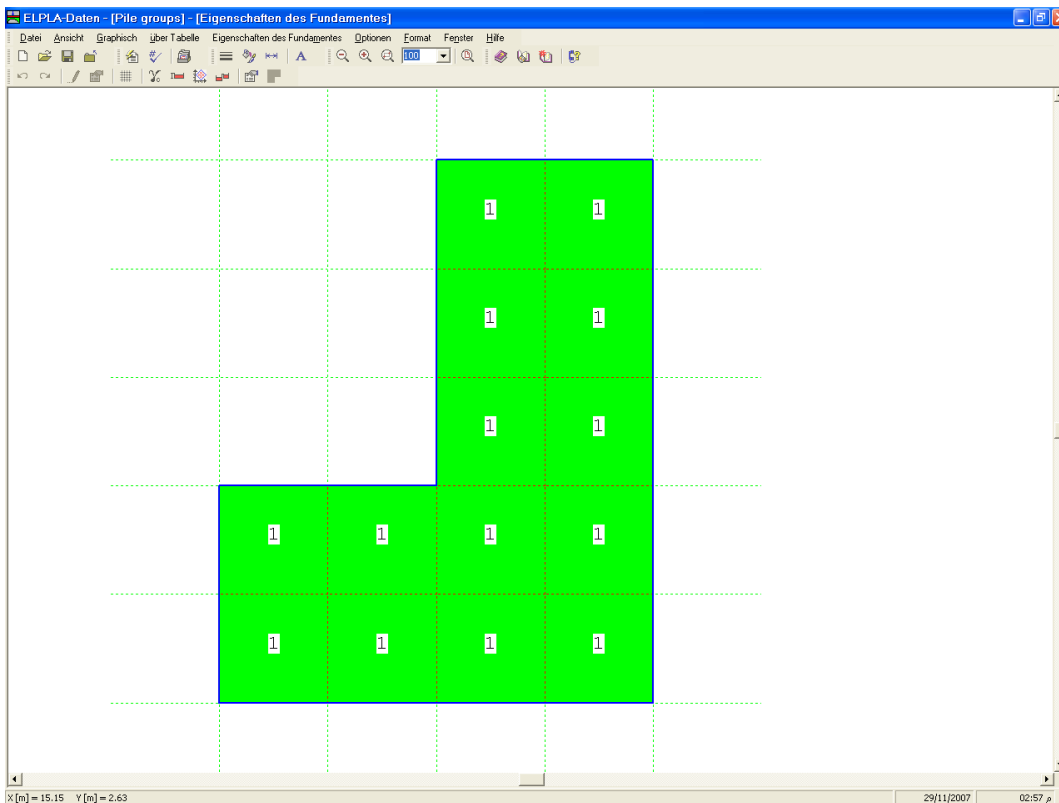
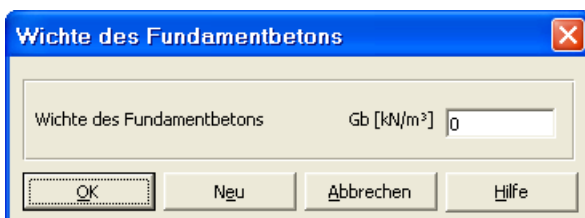

Bild 11-30 Eingebettetes Programm "Eigenschaften des Fundamentes"
Bild 11-31 Dialogfeld "Wichte des Fundamentbetons"
- Wählen Sie den Befehl "Eigenschaften des Fundaments" aus dem "Daten"-Menü des *ELPLA-Daten*-Fensters. Das folgende eingebettete Programm im Bild 11-30 erscheint mit Standardwerten von Eigenschaften des Fundaments. In diesem Beispiel muss die Wichte des Fundamentbetons eingegeben werden. Die anderen Daten entsprechen den Eigenschaften des Fundaments in den Programmменüs. Deshalb kann der Benutzer diese Daten aus den Standardwerten der Eigenschaften des Fundaments übernehmen
- Wählen Sie "Wichte des Fundamentbetons" aus dem Menü "Eigenschaften des Fundamentes" im Fenster von Bild 11-30. Das folgende Dialogfeld im Bild 11-31 mit einer Standardwichte von 25 [kN/m³] erscheint. Schreiben Sie 0 im Textfeld "Wichte des Fundamentbetons", um die Eigengewicht des Betons zu vernachlässigen
- Wählen Sie "Eigenschaften des Fundaments speichern" aus dem "Datei"-Menü im Bild 11-30, um die Eigenschaften des Fundaments zu speichern